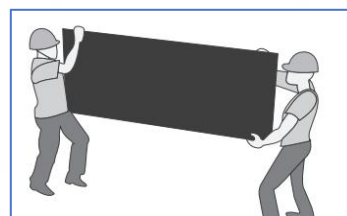

图1
- 搬运铝塑板时，铝塑板应始终由两人垂直提起并搬运。为此，应在四个角处握住板材并将其抬起（不要将板材互相拖拉），具体见有“图1”。